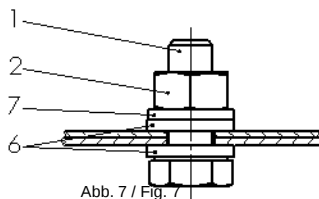

Abb. 7 / Fig. 7
- Gehäusewand mit Befestigungselementen nach Abb. 7 montieren. Nachfolgende Anziehdrehmomente verwenden:
- Fasten the housing wall with fastening elements as per Fig. 7. Use the following tightening torques:
- Gehäusedeckel montieren mit Schraubverbindung M6 bzw. M8 entsprechend Abb. 7 und Anziehdrehmomente obenstehender Tabelle anwenden.
- Fasten the housing lid with the M6/M8 screw connection as per Fig. 7 and use the tightening torques shown in the table above.